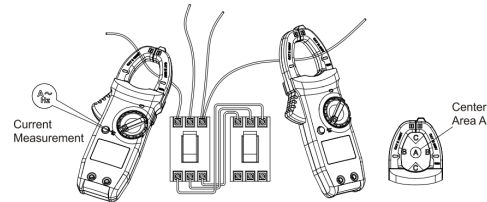

Рисунок 2
1. Измерение тока AC / частоты (Рисунок 2)